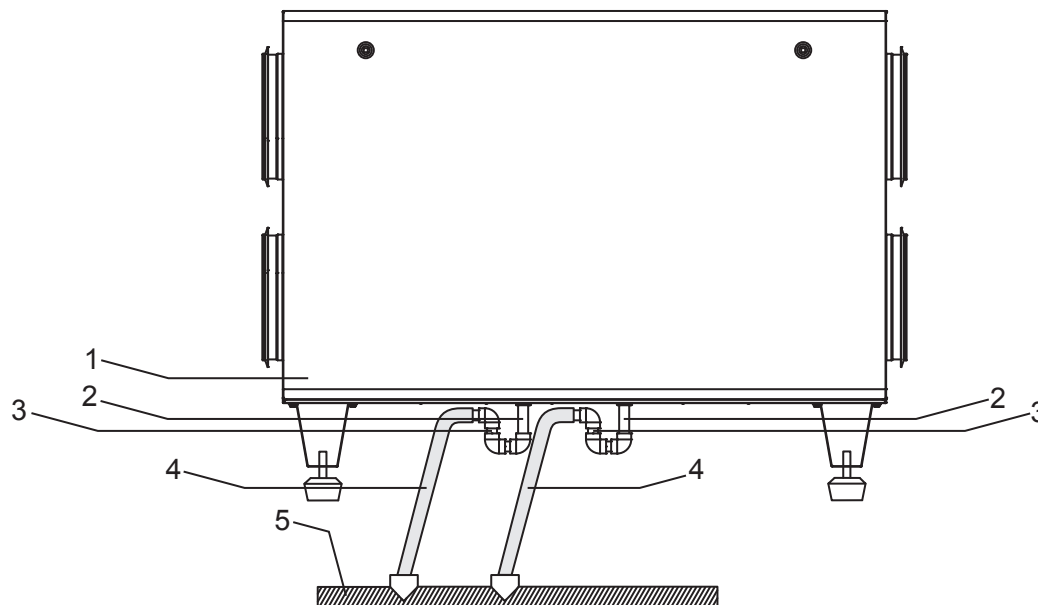

Рис. 3
Подсоедините сифон (3) к вентагрегату (1) и канализационной системе (6) трубами (4, 5), как показано на рис. 3.
Система отвода конденсата должна эксплуатироваться в помещениях с температурой воздуха выше 0, в противном случае необходимо покрыть тепловой изоляцией всю систему отвода конденсата от вентагрегата до канализационной трубы и проложить нагревательный элемент (в виде кабеля) под изоляцией. Схема отвода конденсата от вентагрегата показана на рис. 3.